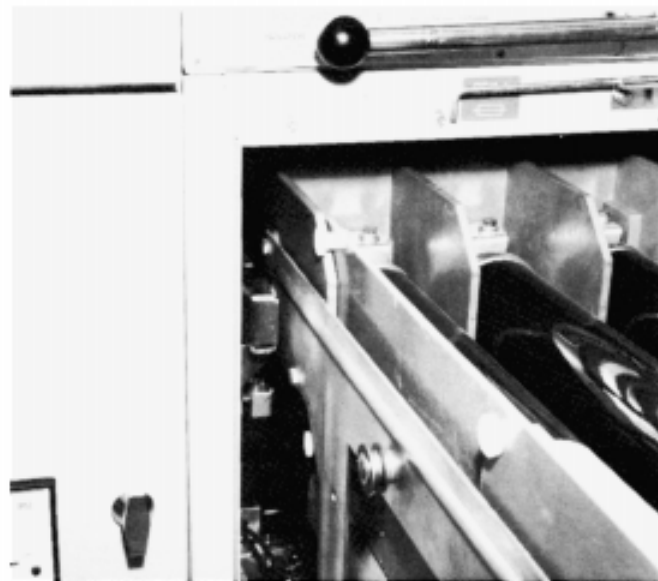

Fig. 29 Rotelle anteriori inserite
- abbassare il carrello in modo da inserire le rotelle posteriori nelle guide di scorrimento (fig. 29) e spingere in avanti il carrello
- lower the truck so as to insert the rear wheels in the sliding guides (fig. 29) and push the truck forwards